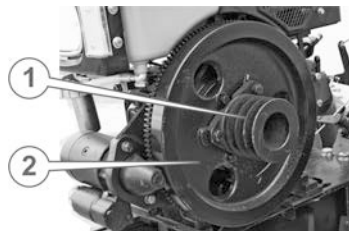

Рисунок 19. – Приводна шестерня
16. Встановити ведучий шків (1) (див. рис. 19.) на інсталяційні припливи на маховику (2), закріпити трьома болтами M10, надійно затиснути болти. Ведучий шків повинен щільно, без осьового і радіального биття, прилягати до інсталяційної поверхні кожного припливу.
17. Надягти клинові ремні (2) (див. рис. 19.) на ведений шків (1) та ведучий шків (3), посунути двигун разом із балками вперед до того моменту, коли ремні злегка натягнуться.